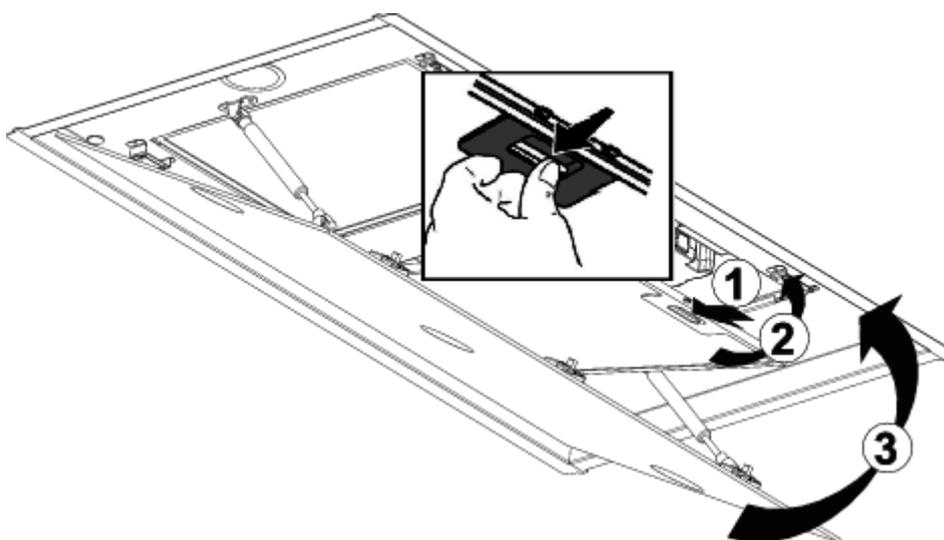

Fig. 6: Colocación de los filtros de aceite metálicos
Coloque el filtro de aceite metálico en el producto y abra el bloqueo del filtro (Fig. 6/1)
12. Montar el filtro de aceite metálico (Fig. 6/2)
13. Cierre el aspirador lateral (Fig. 6/3).